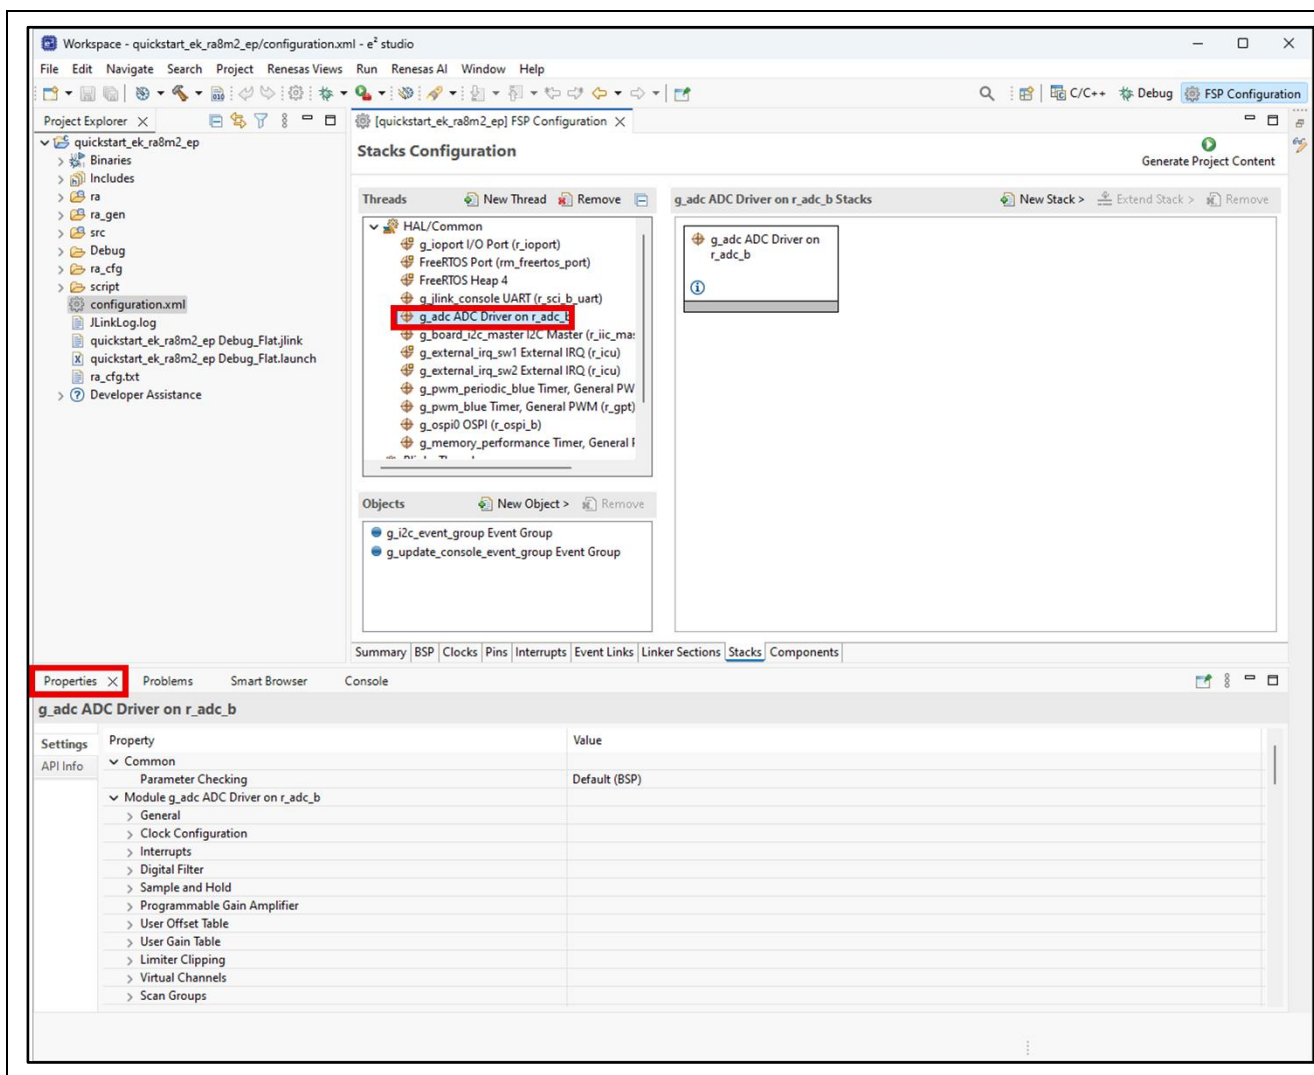

図 21. Configuration 設定の変更
2. たとえば、FSP Configuration ウィンドウの **[Stacks]** タブで、ユーザはモジュールをクリックして選択し、必要に応じて **Properties [プロパティ]** タブで Configuration 設定を変更できます。図 21 は、ADC ドライバ設定の変更を示しています。